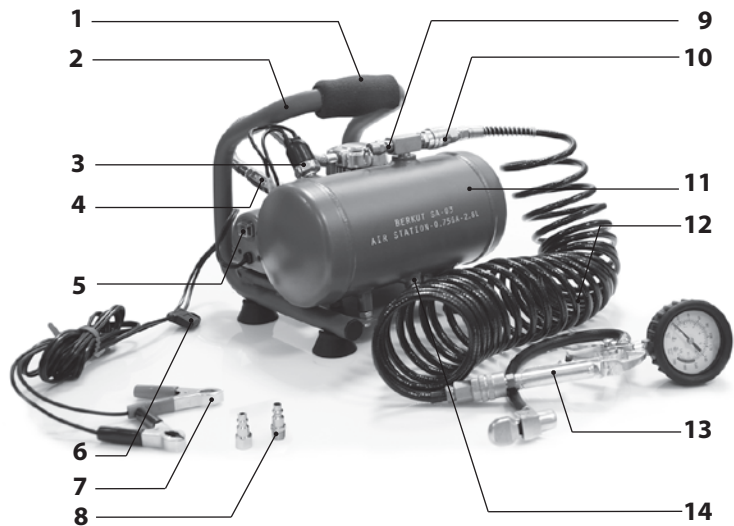

РИС.2
1. Ознакомьтесь со всеми элементами управления устройства перед началом работы (рис.2).